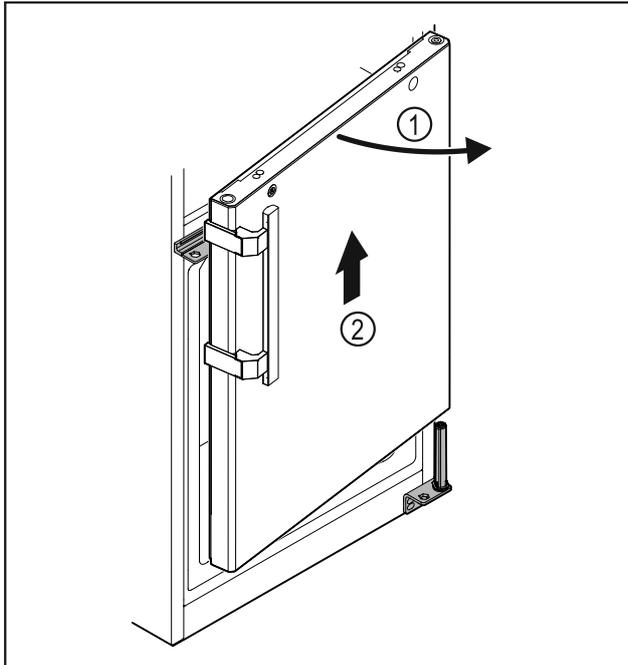

Fig. 28
- Tür Fig. 28 (1) leicht öffnen, circa 200 mm gerade nach oben heben und abnehmen Fig. 28 (2).